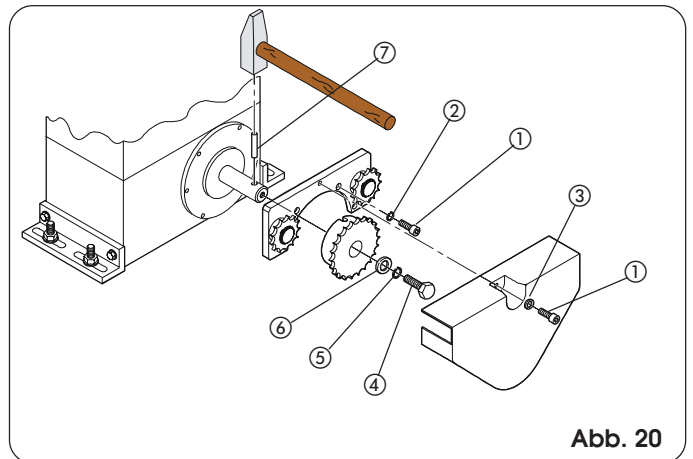
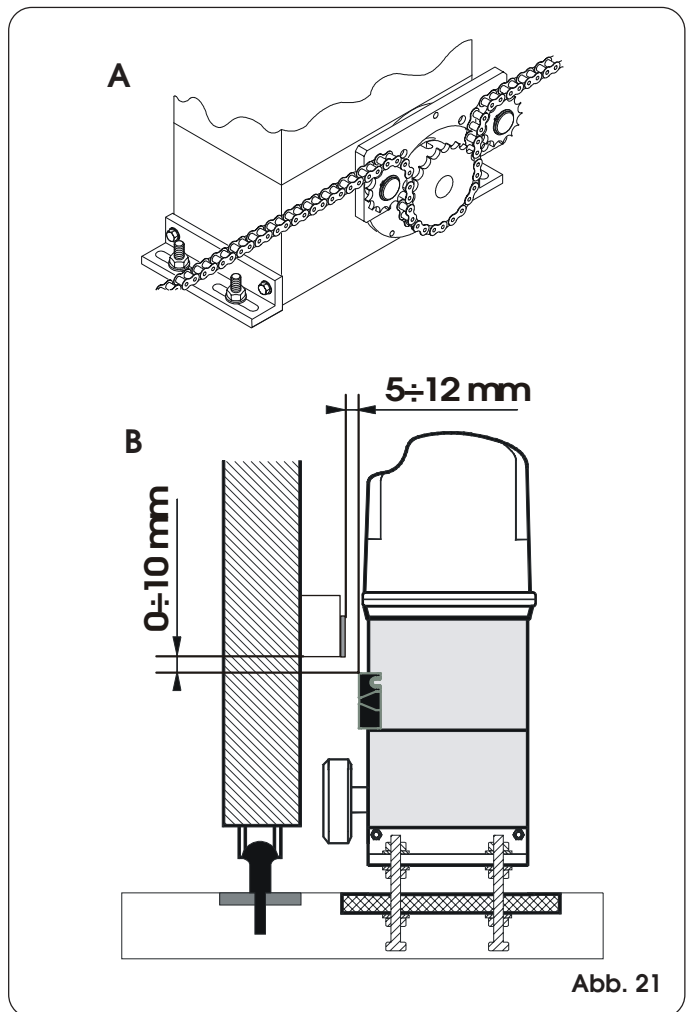

Abb. 20
Abb. 21
4.5.2. MOD. 844 ER RF (Abb. 20 - 21)
- 1) Federstecker ⑦ mit einem Hammer in die Welle eintreiben.
- 2) Den Bügel der Umlenkrollen mit Hilfe der im Bausatz enthaltenen vier Schrauben ① (M5x 12) und entsprechenden Scheiben ② gemäß Abb. 20 auf den Motorflansch anbringen.
- 3) Die Passsitze des Kettenritzels mit dem Federstecker in der Welle fluchten und die Schraube ④ mit den entsprechenden Scheiben ⑤ und ⑥ festziehen.
- 4) Die Kette nach Angaben in Abb. 21 Bez. A einfädeln und das Abdeckgehäuse mit der Schraube ① und der Scheibe ③ (Abb. 20) aufsetzen.
- 5) Bei Antrieben mit MLS-Endschaltern sind die Halterungen für die Positionierung der mitgelieferten Magnete unter Einhaltung der in der Abb. 21 Bez. B angegebenen Abmessungen vorzubereiten.